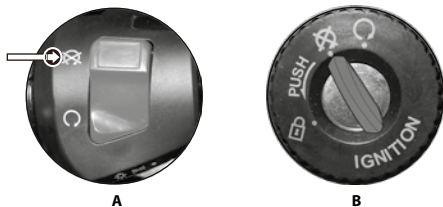

Imagen 33. Apagado de motor.
3. Colocar el interruptor cortacorriente en la posición "✖". Ver imagen 33-A.
4. Girar el interruptor de encendido en posición de apagado "✖". Ver imagen 33-B.